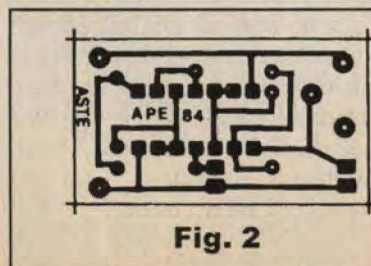

Fig. 2
- FIG. 2 - LAY OUT DO CIRCUITO IMPRESSO ESPECÍFICO - Tão humilde (dimensionalmente...) quando o próprio circuito, a plaquinha é de muito fácil realização, a partir do seu *lay out*, padrão de ilhas e pistas cobreadas (em tamanho natural) visto no diagrama... É só copiar tudo - com carbono - sobre a face metalizada de uma *lasquinha* de fenolite nas medidas indicadas, fazer a traçagem com decalques apropriados (as trilhas fininhas e a presença do integrado não recomendam a traçagem manual, com tinta...), promover a corrosão, furação e *higiene* do impresso, conferir tudo ao final (eliminando e corrigindo eventuais defeitos, como